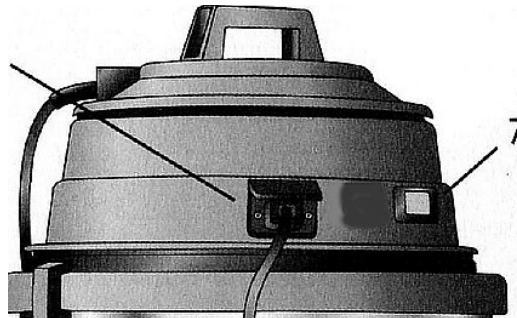

Abb. 8: Ein / Aus Schalter
Schritt 5: Stecken Sie den Stecker in die Steckdose und schalten Sie das Gerät am EIN/AUS Schalter (Pos. 7, Abb. 8) ein.